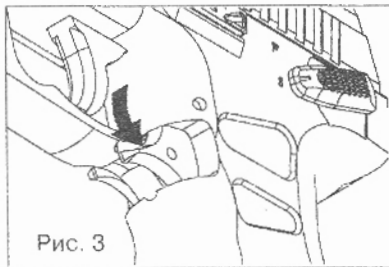

Рис. 3
- нажать на защелку магазина вниз (см. рис. 3), при этом магазин выдвинется из пистолета (см. рис.4);